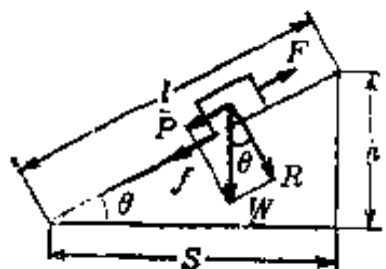

图 1.44 与斜面平行的力
(1) 用与斜面平行的力使重物沿斜面上升的情况 (图 1.44)
(2) 用与斜面平行的力使重物沿斜面下降的情况 (图 1.44):
【例题】 重量为 10kgf 的物体, 如图 1.44 所示, 用与斜面平行的力